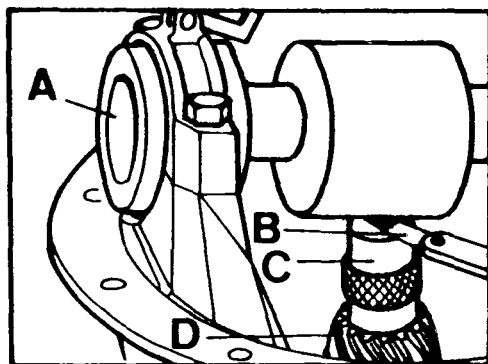

Fig. E1-53.- Para verificar la altura del piñón.
- 5.03.- Usando un juego de galgas, medir la holgura existente entre el calibre deslizante y el calibre fijo, tomando nota exacta de dicha holgura (Fig. E1-53).